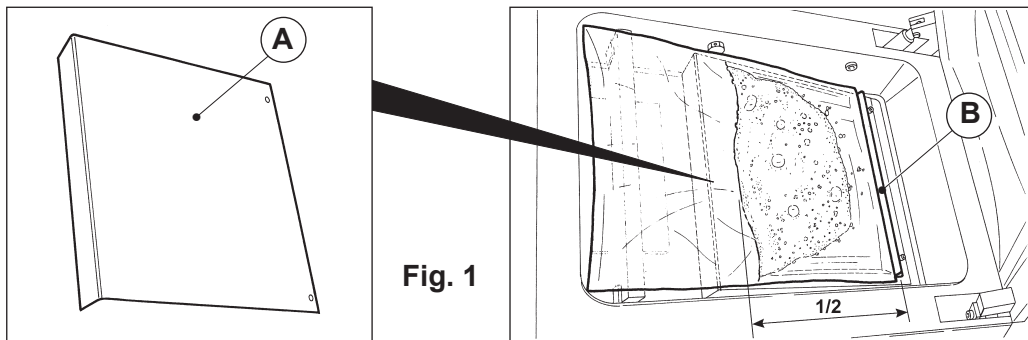

Fig. 1
- 2) Remove all the insertion plates and insert the inclined work top (A) in the chamber with the upper part facing the sealing bar and sliding retainer(B) adjusted along the bag length.
- 3) Insert the bag containing the liquid to be packed inside the chamber, making sure that it is only half-filled (1/2) (Fig. 1). Place it centered on the sealing bar, so that the open end projects by about 20mm beyond the bar.
- 2) Enlever tous les plateaux et introduire le tableau incliné (A) dans la chambre avec la partie haute tournée vers la barre de soudure et la butée coulissante (B) réglée sur la longueur du sachet.
- 3) Introduire le sachet contenant le liquide à conditionner à l'intérieur de la cloche, en ayant soin de ne pas le remplir plus de moitié (1/2) (Fig. 1).